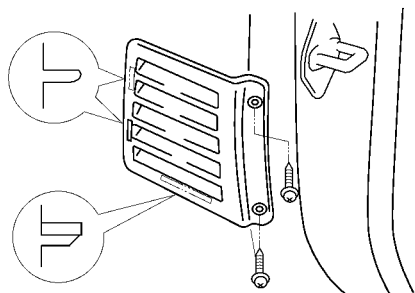

图 17-82 拆下冷空气进口格栅
(1) 拆下冷空气进口格栅。拆下两个螺钉和格栅，如图 17-82 所示。
(2) 安装冷空气进口格栅。装上两个螺钉和格栅。